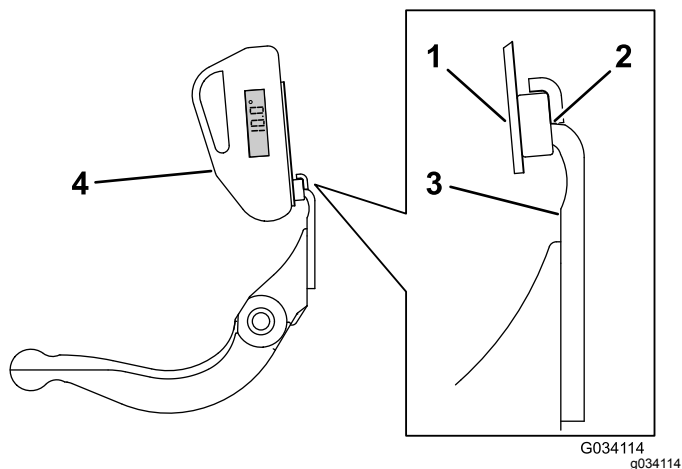

Figura 22
3. Posizionate il supporto del goniometro sul bordo della controlama, in modo che il bordo del magnete corrisponda a quello della controlama (Figura 22).
4. Posizionate il goniometro sul supporto, come illustrato nella Figura 22.